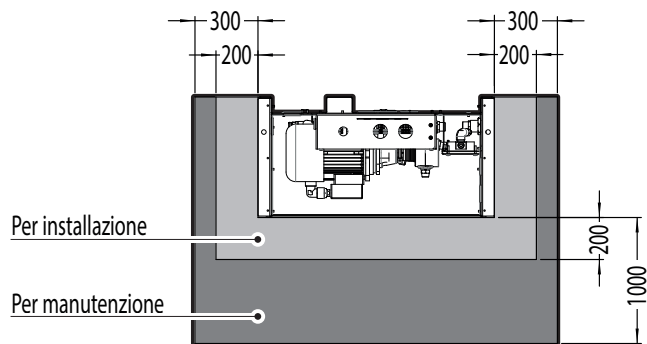

Fig. 2.a
Vedere in fig. 2.a gli spazi di rispetto per l'installazione e la manutenzione.
Con riferimento a Fig. 2.b e Fig 2.c:
1. Ingresso acqua G 1/2" F. E' obbligatorio installare sulla linea di alimento a monte dell'ingresso acqua (Fig. 2.d):